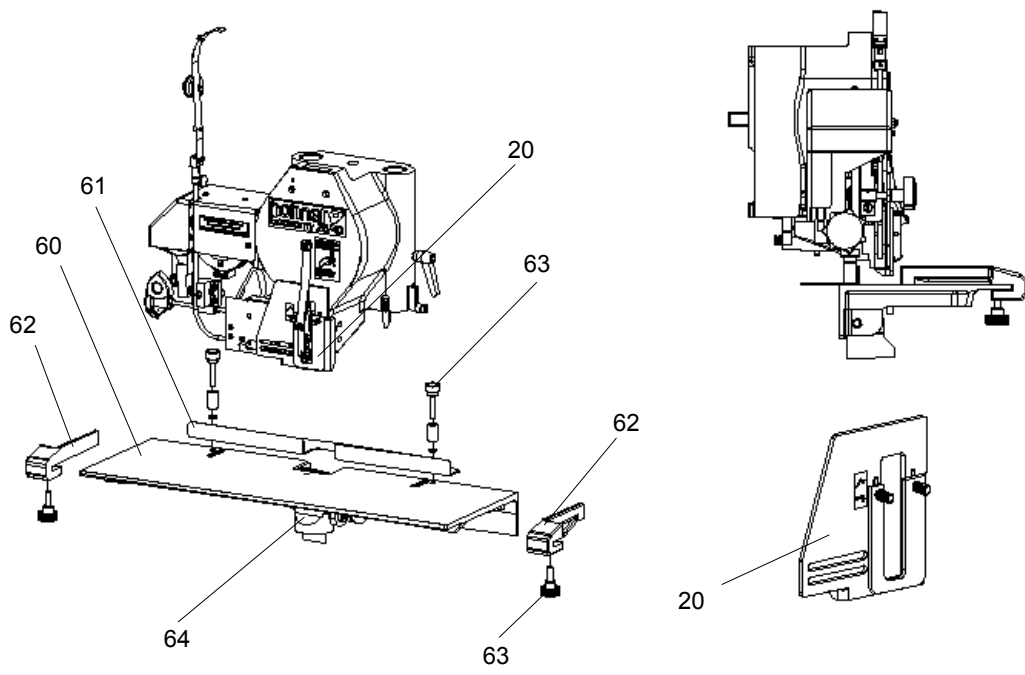

Abb. 4.10
- Abb. 4.10 -
- Fingerschutz in Position „**Blockheftung**“ montieren, dazu Markierungen beachten (siehe - Abb. 4.10 -).